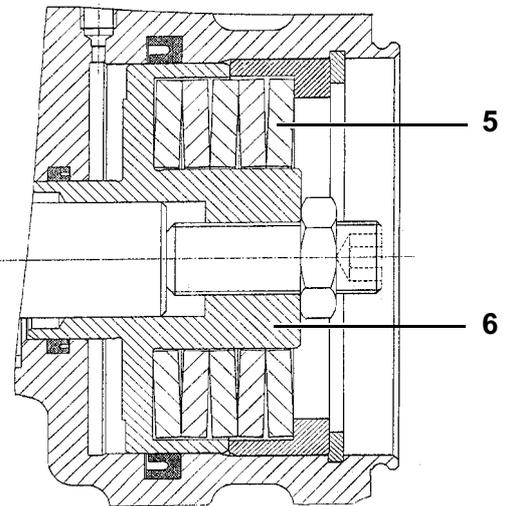
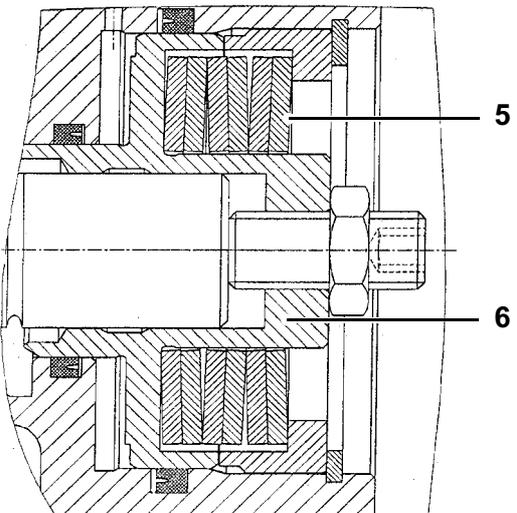

Bild 9.1
Bild 9.2
- Tellerfederpaket (5) fetten.
- Tellerfederpaket (5) komplett in den Kolben setzen.
Hinweis: Die Einbaulage des Tellerfederpaketes (5) bzw. die Lage der einzelnen Tellerfedern untereinander muss bei einem 5-lagigen Federpaket der Darstellung in Bild 9.1 und bei einem 6-lagigen Federpaket der Darstellung in Bild 9.2 entsprechen. Der Einbau bzw. der Austausch des Tellerfederpaketes darf nur komplett als Neu- bzw. Ersatzteil erfolgen.